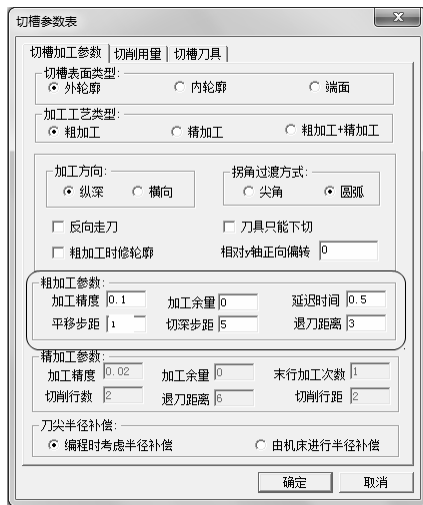

图 6-38 切槽加工参数设定
1) 单击“切槽加工参数”选项卡,如图 6-38 所示。设置具体参数如下:切槽表面类型:外轮廓;加工工艺类型:粗加工;加工方向:纵深;拐角过渡方式:圆弧;加工精度:0.1;加工余量:0;平移步距:1;切深步距:5;延迟时间:0.5;退刀距离:3;刀尖半径补偿:编程时考虑半径补偿。